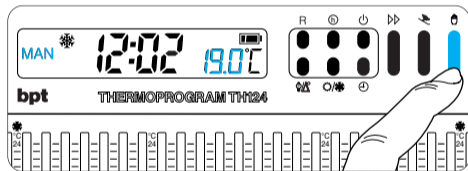

Fig. 30
**9.4** - Selezionare il funzionamento MANUALE ed impostare la temperatura desiderata (fig. 30).